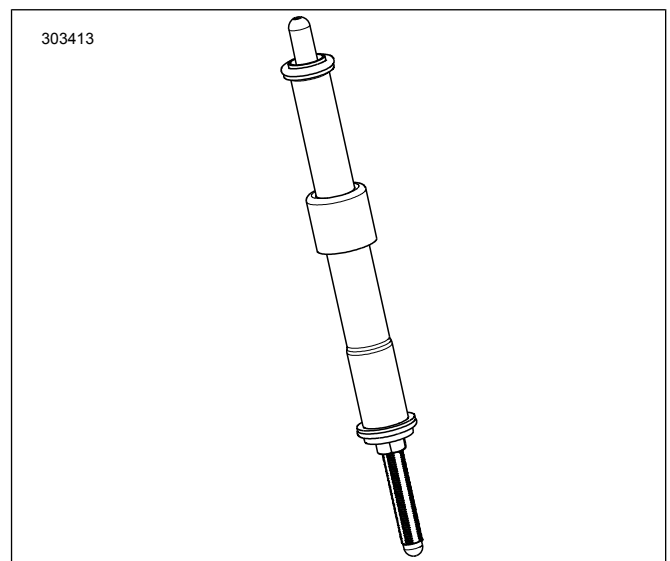

Figure 4. Tige de poussée installée dans le couvre-tige
7. Figure 4 Installez les tiges de poussée d'admission dans les couvre-tiges. Remplacez les joints toriques, abaissez le couvre-tige et la clavette de la gaine de ressort avec les nouveaux composants fournis dans le kit. Veillez à ce que le bout correcteur de la tige de poussée est abaissée.